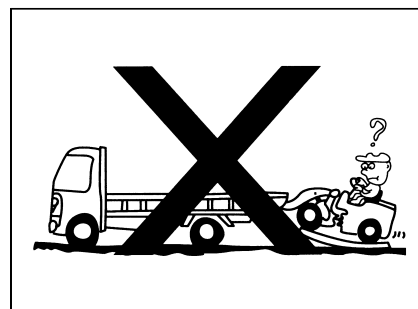

Рис.3-2
- Следует применить косую доску с достаточной прочностью. Следует обеспечить достаточную ширину и длину косой доски для представления уклона с целью обеспечения безопасной погрузки и разгрузки, угол отклонения между косой доской и землей составляет не более 15° , расстояние между косами досками отвечает требованиям базы колес машины. (Рис.3-2)